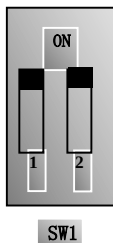

图 5-10
- (5) 对于 E2300 系列 30kW 及其以下功率变频器控制端子排附近有一个两位红色拨码开关 SW1，如图 5-10 所示。拨码开关的作用是选择模拟量输入端子 AI2 的电压信号 (0~5V/0~10V) 或电流信号，出厂值默认为电流通道。使用时通过 F203 选择模拟量输入通道，通过 F439 设置输入信号类型为电压信号还是电流信号。按图示把开关 1 拨到 ON 位置，2 拨到 ON 位置，选择 0~20mA 电流调速。其他拨码开关的位置与调速方式详见下表 5-2。